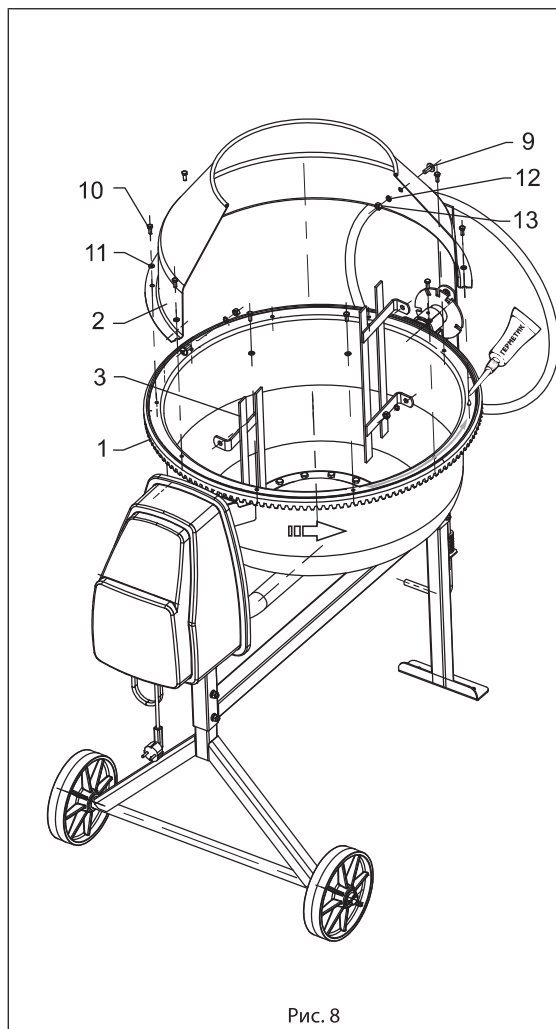

Рис. 8
5. По боковой поверхности фланца дна, вдоль окружности, выверните болты М6 с шайбами поз. 10 и поз. 11 (рис. 8), которые крепят зубчатый венец поз. 1 к смесительному барабану. На боковой поверхности фланца дна, по окружности, ровным слоем нанесите слой герметика (рис. 8). На дно сверху установите воронку поз. 2, совместите отверстия и наживите болты с шайбами обратно, дополнительно используя аналогичный крепеж из ЗИП-пакета. При сборке крышки и дна бочки необходимо сопоставить боковые отверстия дна и крышки бочки для крепления лопастей поз. 3 вертикально. Закрепите на них лопасти, размещая их внутри, как показано на рис. 8. Отличие по креплению лопастей будет в модели БСЕ-120. Там лопасть крепится в отверстие на дне смесительного барабана и отверстия на воронке.
Барабан смесительный при работе вращается против часовой стрелки, если смотреть на него со стороны загрузочного отверстия (по стрелке на рис. 8).